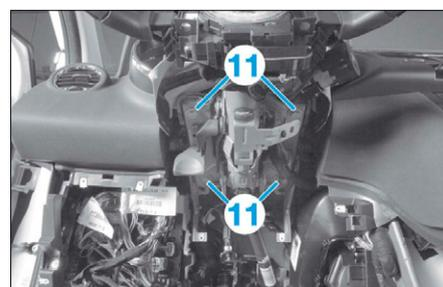

FIG. 6
- les vis de fixation (11) de la colonne de direction (Fig.6),